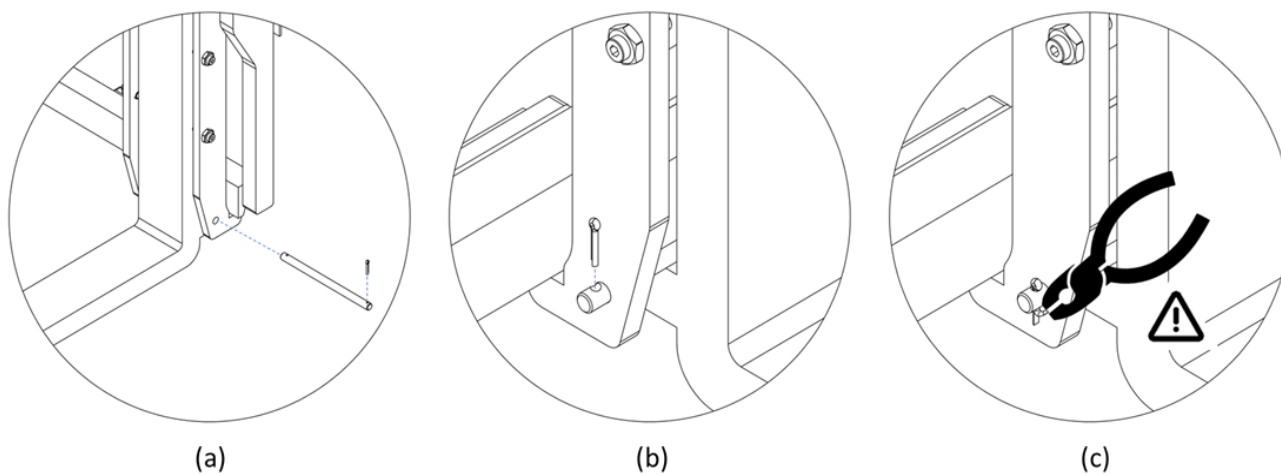

Figura 13
1. Inserire i perni di fissaggio dei ganci inferiori delle forche e verificare che il gancio della forca sia bloccato dal perno stesso (vedi *Figura 13, a*).
2. Inserire la copiglia di sicurezza nei fori posti su entrambi i lati del perno (vedi *Figura 13, b*).
3. Piegare con l'utilizzo di una pinza uno dei 2 lembi di entrambe le copiglie e assicurarsi che queste non possano fuoriuscire (*Figura 13, c*).